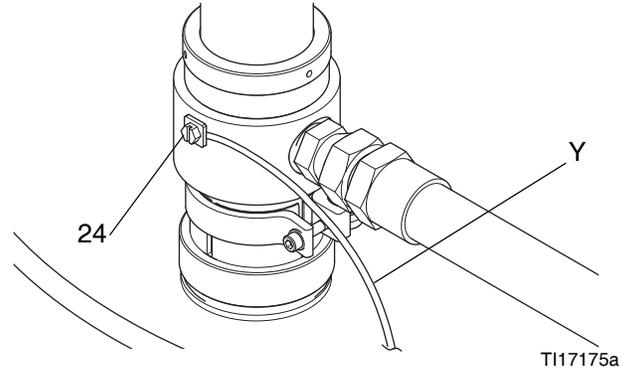

图 9
**泵:** 将接地线 (Y) 连接到接地螺钉 (24) 并拧紧螺钉。参见图 9。将导线的另一端连接到实际接地端。确保遵守所有国家、州和当地的电气法规。